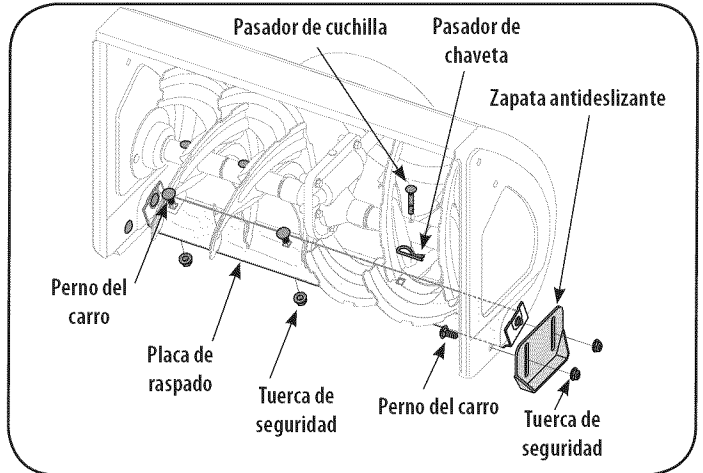

Figure 34
3. Para retirar la placa de raspado: Retire ambas zapatas antideslizantes y los elementos de ferretería, incluyendo los pernos del carro y las tuercas que unen la placa de raspado a la caja de la máquina quitanieve. Por la ubicación de la placa de raspado, consulte la Figure 34.
Las barrenas están sujetas al eje espiral con cuatro pasadores de cuchilla y pasadores de chaveta. La máquina quitanieve está diseñada de manera que los pasadores se quiebran si golpea un objeto extraño o una barra de hielo. Consulte la Figure 34.